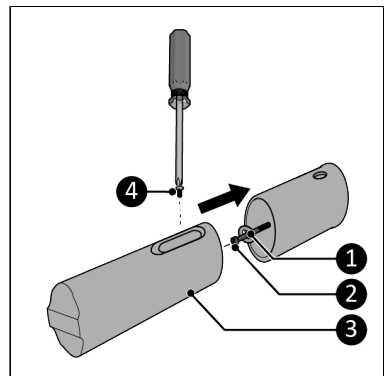

Abbildung 9.
6. Platzieren Sie die Wanddübel und die mitgelieferten Ringe (Abbildung 9, Pos. 1).
7. Schrauben Sie die vier Außenwandhalterungen mit Schneidschrauben (Abbildung 9, Pos. 2) und Distanzringen (Abbildung 9, Pos. 1) an den vier Dübeln fest.
9. Befestigen Sie die vier inneren Wandhalterungen (Abbildung 9, Pos. 3) mit kleinen Schrauben (Abbildung 9, Pos. 4) an den äußeren Wandhalterungen mithilfe eines Kreuzschlitzschraubendrehers.